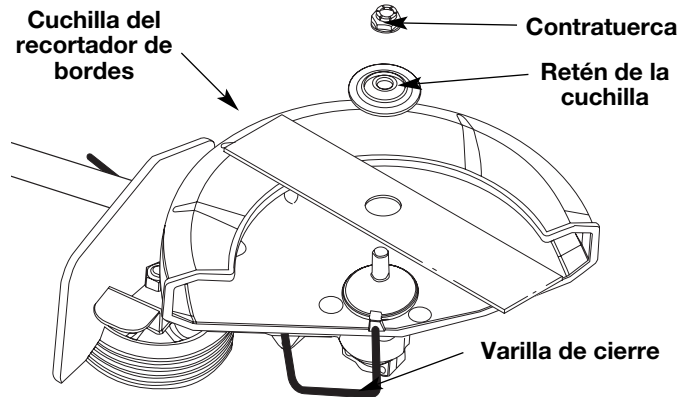
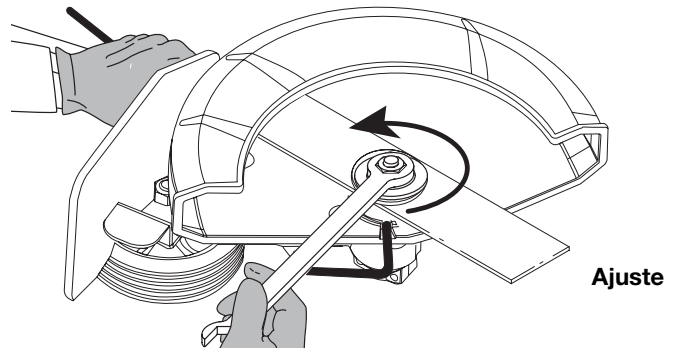

Fig. 10
Fig. 11
4. Instale la nueva cuchilla, el retén de la cuchilla y la tuerca (Fig. 10). Inserte la varilla de cierre a través de la ranura en el orificio del eje de salida. Verifique que la cuchilla permanezca plana contra el eje de salida mientras ajusta la contratuerca **en sentido antihorario** (Fig. 11).
5. Si tiene una llave de torsión, ajuste la tuerca a **325-335 pulg. • libras (37-38 N•m)**, mientras sostiene la varilla de cierre en la ranura. Si no tiene una llave de torsión, sostenga la varilla de cierre en la ranura. Gire la tuerca **en sentido antihorario** con una llave de boca cerrada de 5/8 pulgadas o de casquillo, hasta que la tuerca presione contra la arandela y la cuchilla esté bien ajustada. Verifique que el ensamble de la cuchilla esté bien instalado, luego gire la tuerca **1/4-1/2 vuelta** más (Fig. 11).